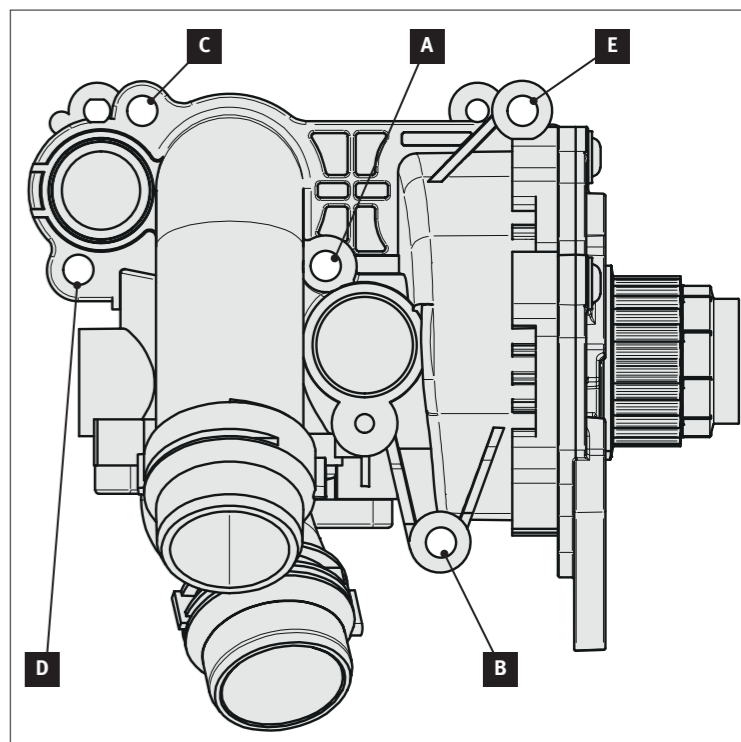

Abb. 2/ Fig. 2/ Puc. 2/ 图2
- 如已取下: 重新安装连至油冷器 (1) 的连接件 (2)。
- 首先将水泵的接口 (6) 插到连至油冷器 (1) 的连接件 (2) 上。
- 然后将水泵的开口 (4) 插到发动机缸体的两个定心销上。为此, 必要时使用反射镜作为辅助工具。
- 交叉拧紧水泵。拧紧螺栓时务必遵守以下顺序 (图 2): [A] – [B] – [C] – [D] – [E] 拧紧扭矩: 9 Nm